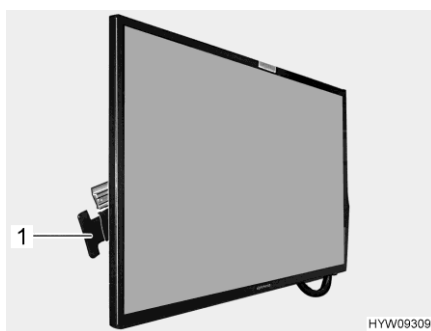

Fig. 60 Schermo piatto
- Premere e tenere premuta la maniglia (Fig. 60,1) in direzione dello schermo piatto. Lo schermo piatto è sbloccato.